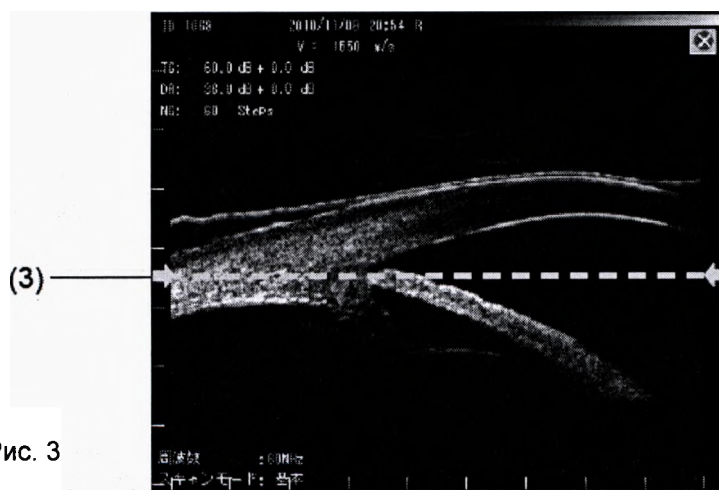

Рис. 3
- 8) В случае работы с датчиком UBM 60 МГц, наилучшая фокусировка получается поблизости с маркером (3) области фокуса (Рис. 3). Отрегулируйте датчик так, чтобы интересующая вас часть оказалась вблизи маркера (3) области фокуса.
- 9) Для захвата изображения коснитесь кнопки "FREEZE" (1) или наступите на педаль "FREEZE" (2) для фиксации изображения.
- 10) Для получения другого ультразвукового изображения того же пациента, коснитесь кнопки "Scan" (1) или наступите на педаль "FREEZE" (2) для выхода из состояния стоп кадра.